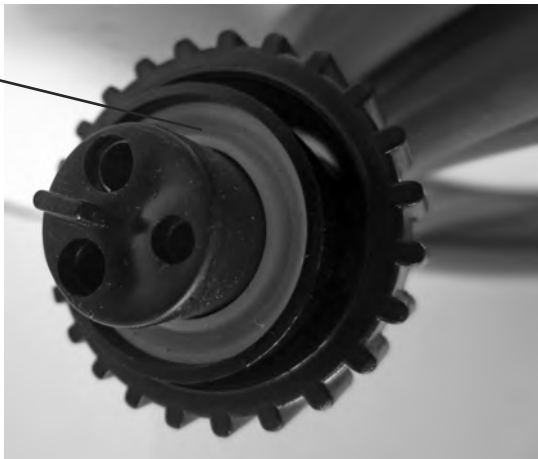

FIGURE S4
1) Assurez-vous que le joint d'étanchéité est correctement placé à l'intérieur de la fiche noire du câble long (40' ou 50' / 12,2m ou 15,2m) comme montré sur la Figure S4.